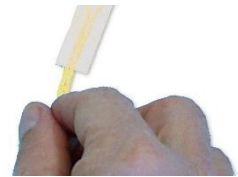

Figure 7. A piece of sticky tape
- c. Insira uma peça no **furo ②**. Ela deve ficar **sob a roldana 1**. Esta é a **roldana 2**.
- d. Insira a outra peça no **furo ③**. Ela deve passar pela **roldana 1**. Esta é a **roldana 3**.
10. Coloque os três círculos **B** uns em cima dos outros e faça um orifício no centro das três peças. Você pode usar o modelo **B** que mostra a posição do **furo ④** ou deixe as crianças inventarem um método inteligente para encontrar o centro.
11. Empurre o pedaço restante do espeto pelo centro de um círculo. Use isto para encontrar a posição do **furo ⑤** e espetá-lo na torre da ponte. O furo deve estar no mesmo lado da torre que a **roldana 3**. Ele precisa de ser alto o suficiente para que o círculo fique logo acima do deck da ponte, mas que ainda se possa girar livremente.
15. Pegue um pedaço de fita adesiva (cerca de 1 cm de largura e 5 cm de comprimento) e cole nele as pontas dos dois fios (fig. 7).
18. Prenda o **guindaste** no interior da torre empurrando o **eixo** do **guindaste** através do **furo** ⑤.
19. Pegue no último círculo e fure o **orifício** ⑥ perto da circunferência. Pode usar o modelo **B**.
20. Insira a última peça do espeto no **furo** ⑥ e coloque um pouco de cola. Esta será a **alça** da **manivela** do **guindaste**.
22. Faça dois furos no tabuleiro da ponte, perto de cada canto livre. Pode usar o modelo **F** que mostra as posições dos **furos** ⑦ e ⑧.